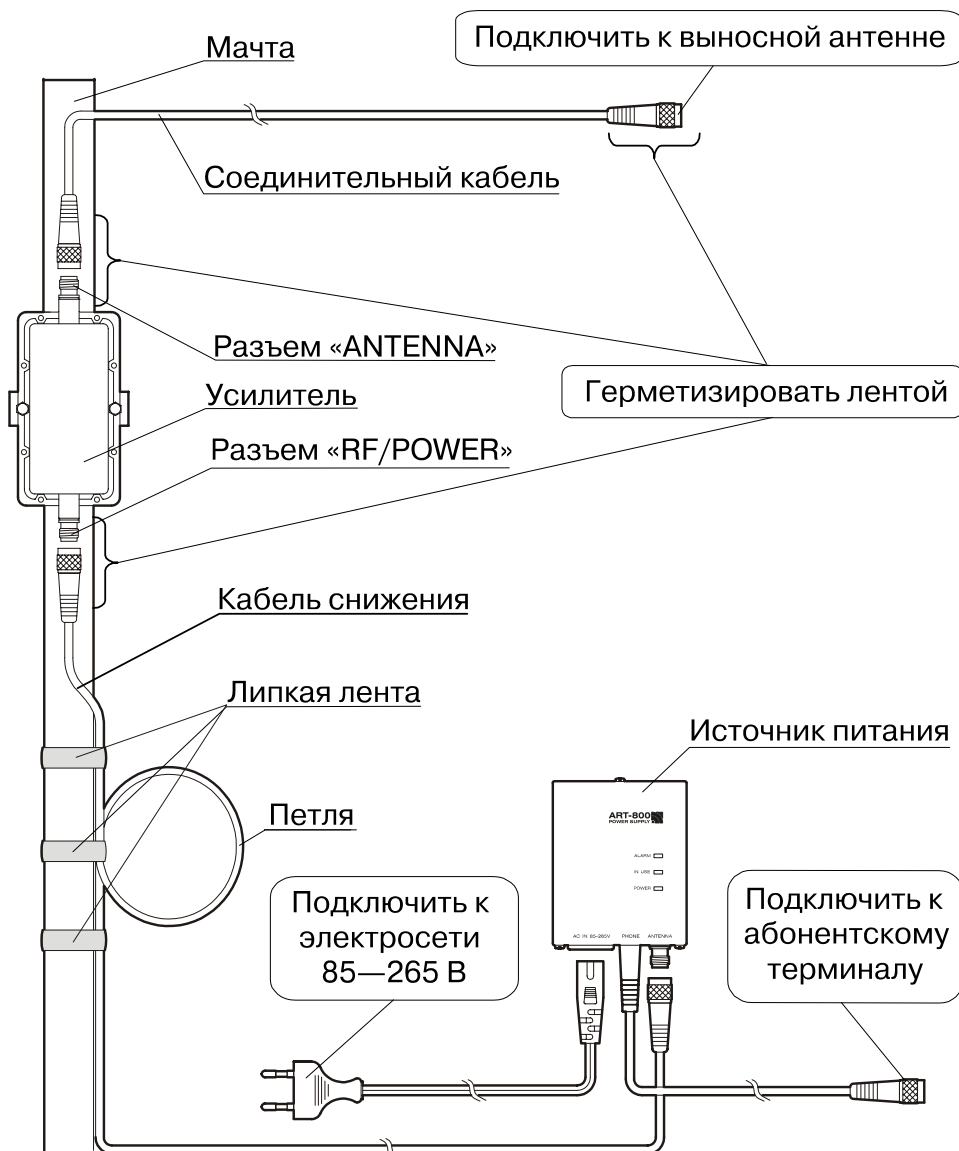

Рис.2
4. Подключите свободный конец соединительного кабеля к разъему выносной антенны (см. рис. 2), плотно затянув фиксирующую гайку. Взаимное расположение усилителя и антенны должно исключать натяжение соединительного кабеля и его изгибы с радиусом закругления меньше 2 см.